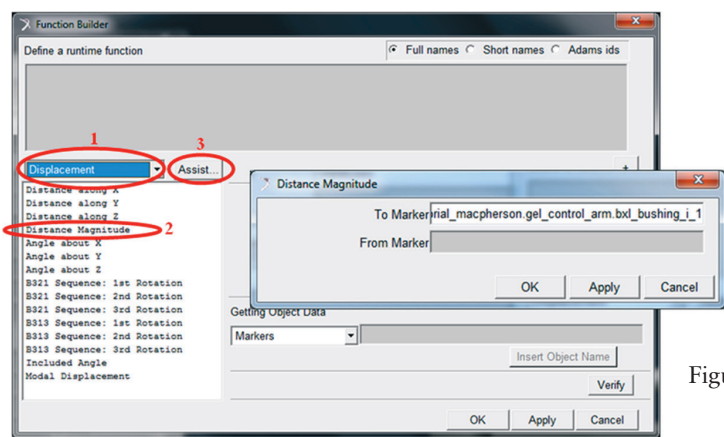

Figura 4.131 – Especificando o Request.
- A janela *Function Builder* será aberta, conforme ilustrado na Figura 4.131.
- Selecione o tipo de parâmetro a ser medido, selecionando o item desejado no campo 1, como destacado na Figura 4.131.
- Selecione o item de interesse como ilustrado no campo 2 (Figura 4.131). A seleção do item *Distance Magnitude* no campo 2 resultará na abertura da caixa de diálogo *Distance Magnitude*, na qual se define os *Markers* (Figura 4.131).
- Para inserir detalhes do *Request* especificado clique no campo 3 (Figura 4.131).